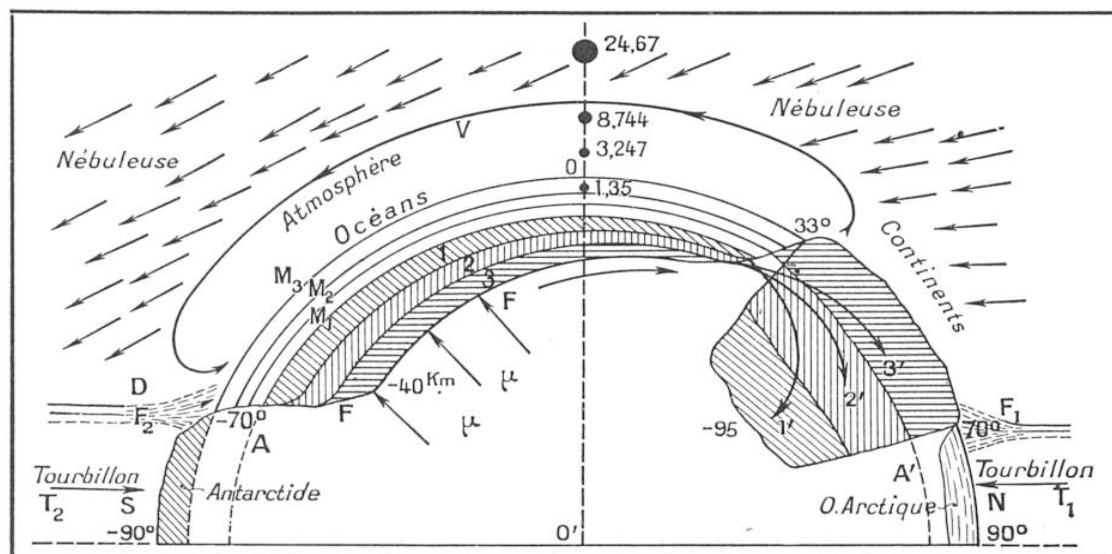

FIG. 3. — DEMI-COUPÉ DU SPHÉROÏDE TERRESTRE AU MOMENT DU DÉLUGE AUSTRAL PRIMITIF QUI CREUSE LE FOND DES MERS ET ÉDIFIE LES CONTINENTS
La figure 3, présentée à l'Académie des Sciences le 25 mai 1936, figure la demi-coupe du sphé-
Dans la figure 3, j'ai supposé trois couches d'érosion 1, 2, 3 correspondant aux niveaux  $M_1$ ,  $M_2$ ,  $M_3$  des mers primitives. Les couches d'érosion diminuent d'épaisseur en allant vers le nord, parce que l'élargissement des parallèles depuis  $70^\circ$  sud diminue la vitesse de l'eau allant du sud au nord sur le noyau  $AA'$ , et parce que la chaleur de ce noyau évapore une partie de cette eau. Il est facile de voir que la masse 2 érodée se superposera au nord à la masse 1 et que,
Revenons maintenant aux enseignements que nous allons encore tirer de la figure 3. On y lit que l'ensemble 1', 2', 3' de la masse continentale provenant des masses 1, 2, 3, les plus légères du noyau primitif, doit avoir une densité moyenne plus faible que le fond des mers  $\mu \mu$  qui remontera par *isostasie* jusqu'à son niveau actuel. J'ai pu calculer que la plus grande profondeur d'érosion du déluge austral primitif a été de 40 km, puisque les géophysiciens américains ont trouvé que le niveau de *compensation isostatique* est, sous les continents, au niveau — 95 km. Mais il faut définir ces deux termes : *isostasie* et *compensation isostatique*.
Pratt — qui, le premier, parla d'isostasie — était dans le vrai quand il pensa qu'à l'origine les couches terrestres augmentaient de densité en profondeur : c'est sa théorie que nous adopterons exprimée par les couches 3, 2, 1 de la figure 3. Mais, après Pratt, Airy — suivi par Suess — a adopté une autre théorie de l'isostasie exposée ici même par le professeur Houllevigue (1). D'après la figure 3, il semble bien que le fond des mers australes doit être plus dense que celui des mers boréales. Comment vérifier cette induction ? En mesurant l'intensité  $g$  de la pesanteur à la surface des mers.
Finalement, les continents émergent des mers parce qu'ils sont moins denses que le fond des mers jusqu'au niveau — 95 km de compensation isostatique. Or, la figure 3 montre que le fond des mers ne provient pas des mêmes parties du noyau que les continents ; il y aurait donc le plus grand intérêt à sonder le fond des mers australes, et même à y prélever une *carotte*, comme on le fait dans les mines terrestres.